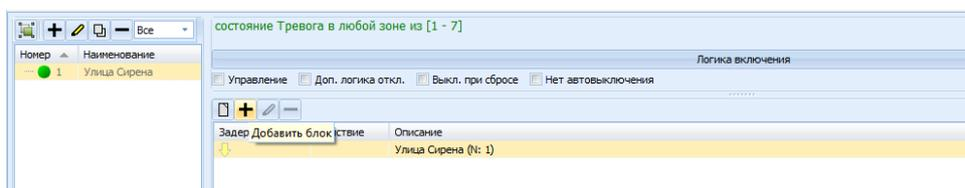

Рис. 23 Добавление исполнительного блока в сценарий
- нажать кнопку **+** в правом поле окна вкладки (или команду **Добавить блок** контекстного меню) (Рис. 23),